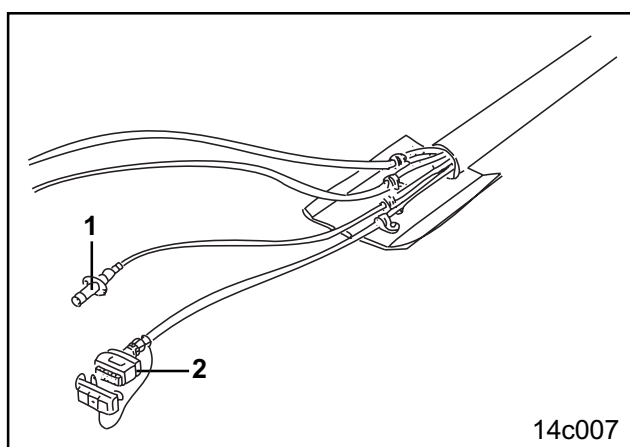

Fig. 5.9
- Штекер (Рис. 5.9/1) для мигающих фар на семенном бункере.
Штекер (Рис. 5.9/1) вставьте в любой адаптер, а адаптер в разъем трактора (для освещения прицепа).
- Штекер (Рис. 5.9/2) с кабелями, которые ведут к датчикам AMADOS на посевном агрегате. Штекер вставьте в распределитель посевного агрегата.